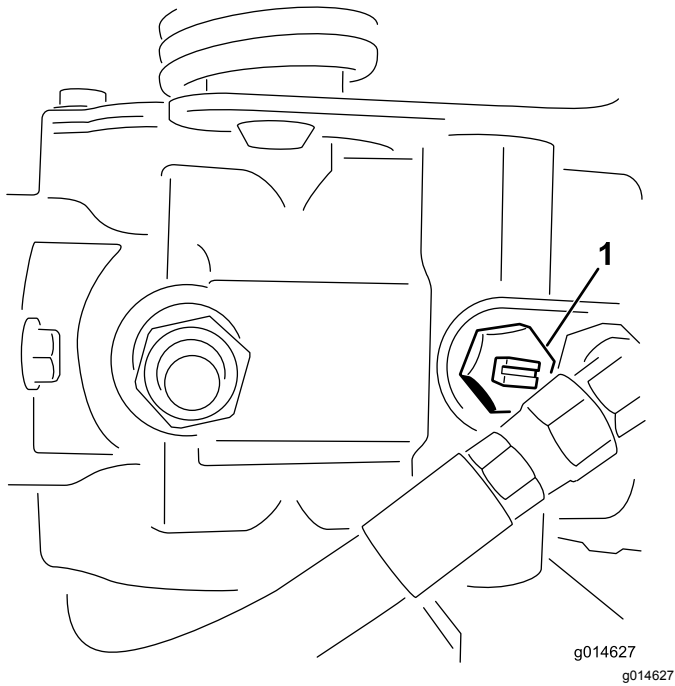

Figura 22
1. Girate la valvola bypass sulla pompa in modo che la scanalatura sia verticale (Figura 22).
2. Prima di avviare il motore chiudete la valvola bypass girandola in modo che la scanalatura sia orizzontale (Figura 22). Non avviate il motore quando la valvola è aperta.